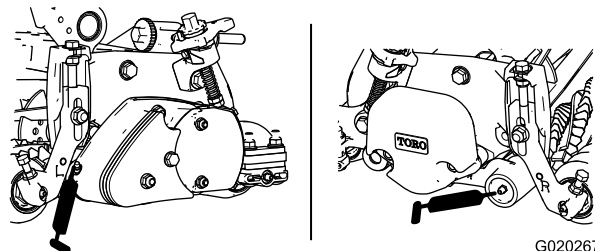

Bild 16
34. Schmieren Sie alle Groomerlager ein (höchstens 2 oder 3 Pumpenstöße), siehe Bild 16. Fetten Sie nicht zu stark ein, da die Dichtung sonst ausfallen kann. Wischen Sie überflüssiges Schmiermittel ab.